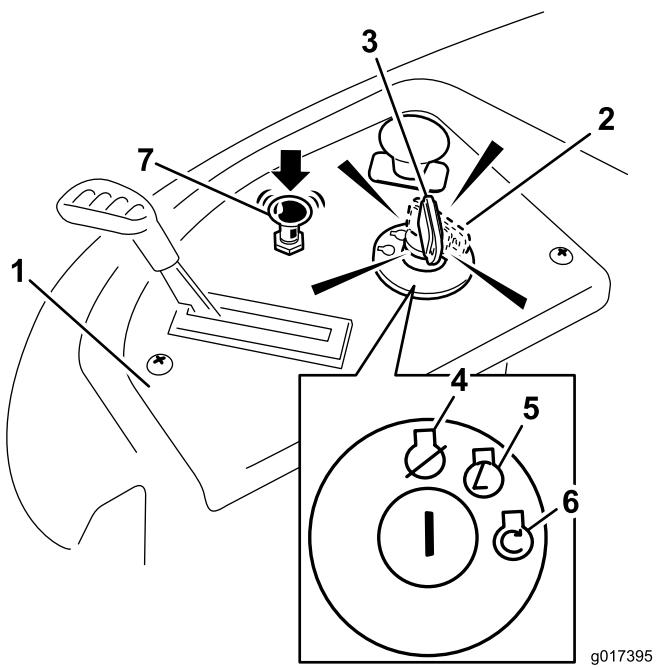

Figure 13
4. Tournez la clé de contact en position de démarrage pour activer le démarreur. Relâchez la clé quand le moteur démarre (Figure 13).
- 5. Lorsque le moteur démarre, appuyez sur la commande de starter (Figure 13). Si le moteur cale ou hésite, tirez la commande de starter et faites tourner le moteur quelques secondes. Appuyez ensuite sur la commande de starter. Répétez l'opération si nécessaire.
3. Tournez la clé de contact à la position contact coupé (Figure 13) et enlevez-la.